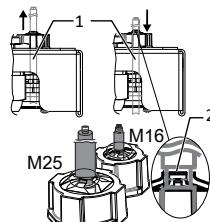

Fig. 14: Skærmholder ved EMC-forskruning
- 1 Kontroller, at ledninger (1) ikke udsættes for træk/tryk ved at åbne og lukke dørene helt.
- 2 Marker positionen i forhold til skærmholderen på klemmeholderen (2) på EMC-forskruningerne.
- 4 Træk ledningerne på skærmpunktet tilbage, indtil afskærmningen er helt udført af klemmeholderen, og tilslutningskablet ikke kan flyttes. [See figure 14]